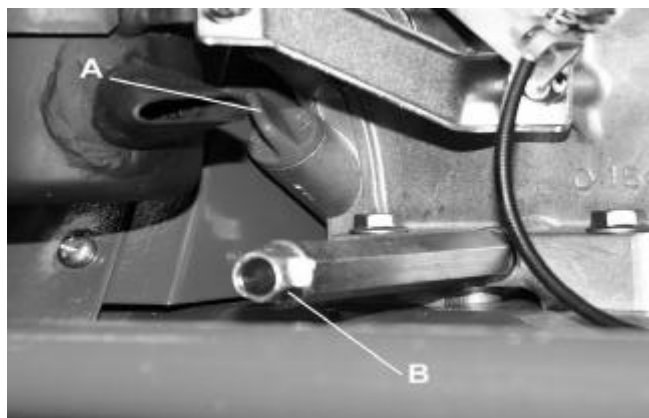

Fig. 7
1. Verwijder de vuldop van het carter (A Afb. 7) en met de machine in horizontale stand nagaan of het carter met olie is gevuld, zo niet, vul het carter op met de hiertoe aanbevolen motorolie tot de bovenkant van de schroefdraad van de vuldop.